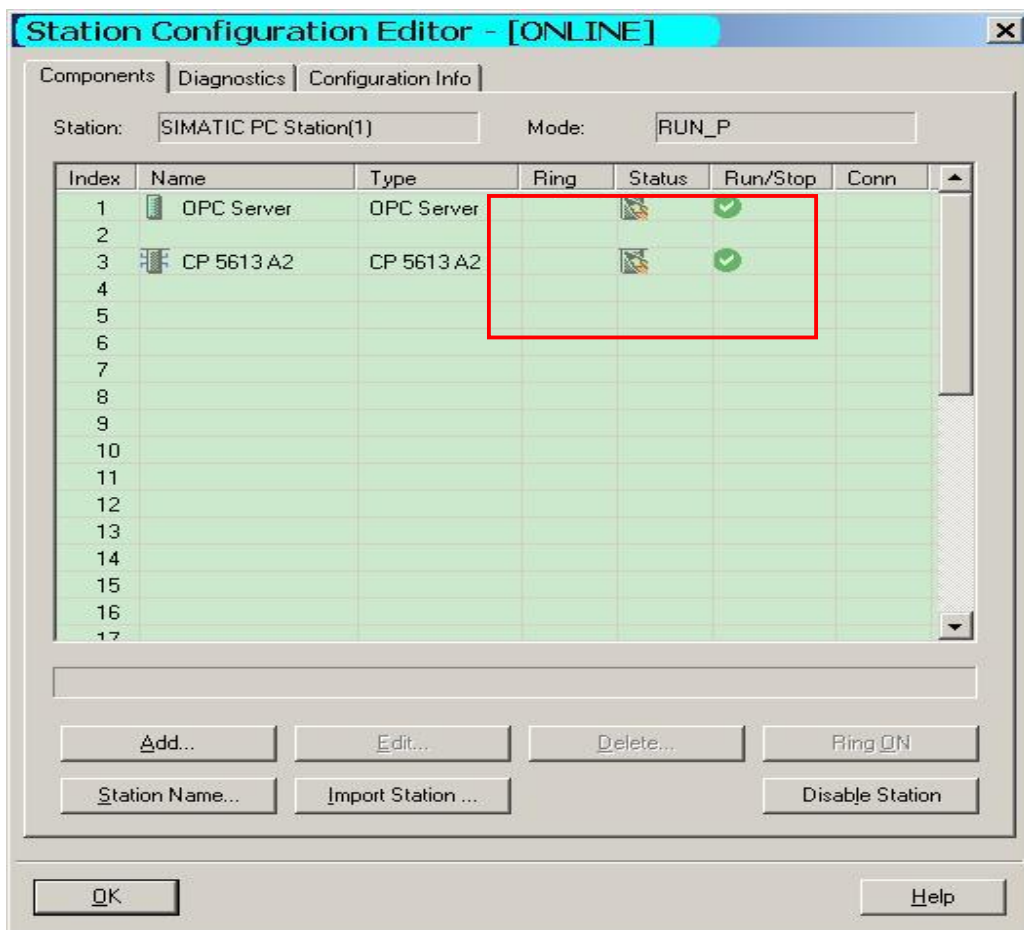

图 22 SCE 工作正常
9. 下载完毕后，查看 Station Configuration Editor 的工作状态，如图 22，可以看到 OPC Server 和 CP 5613 A2 的状态都处于正常运行状态。